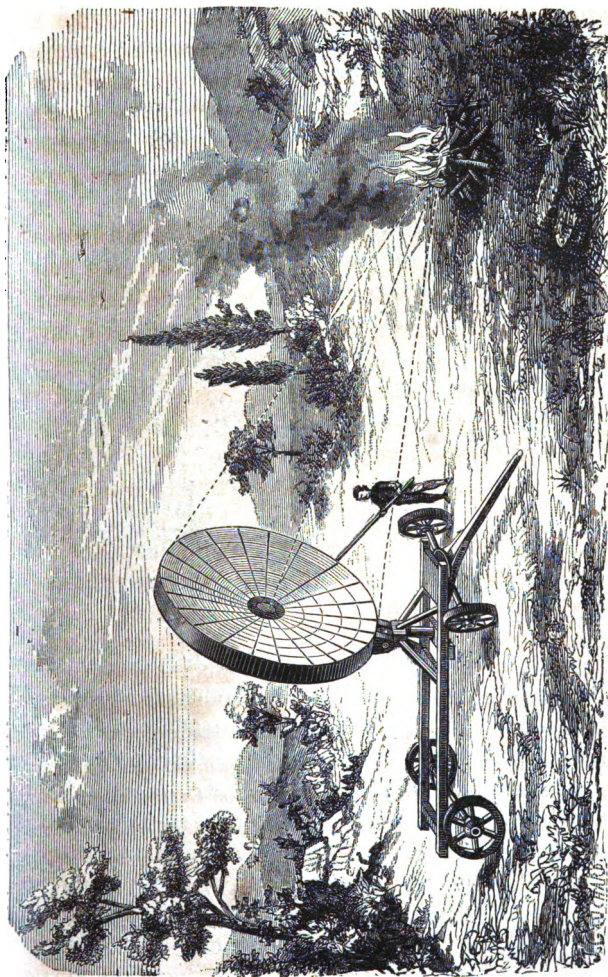

Fig. 129. Specchio ustorio.
Nel 1747 il celebre naturalista Buffon (1) volle rinnovare l'esperienza di Archimede. Costrusse egli, nel modo testè indicato, uno specchio concavo composto di 154 specchi piani disposti come scorgesi nell'unita figura (fig. 129) e con esso eseguì pubblicamente nel *Jardin des plantes* (giardino botanico di Parigi), del
(1) Giorgio Federico conte di Buffon nacque nel 1707 a Montbar (attuale dipartimento della Côte-d'Or in Francia). Viaggiò molto in gioventù studiando ed osservando accuratamente la natura; reduce in patria dedicossi alla pubblicazione d'una completa e particolareggiata *Storia Naturale*, scritta con stile elegantissimo. Questa sua opera, che segnò un vero progresso negli studii naturali, è consultata anco in oggi dai naturalisti. Morì il 16 aprile 1788. Buffon associò per la prima volta la geografia alla storia naturale ed applicò questa allo studio della filosofia.